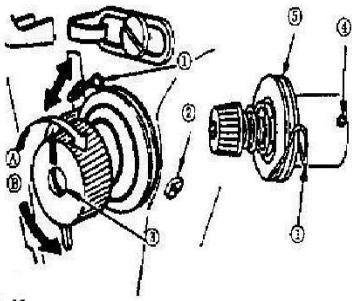

Рис. 15
1. Повернув винт регулятора натяжения (2) по часовой стрелке (в направлении C), Вы усилите натяжение нити в шпульке.
9. ПРУЖИНА НИТЕПРИТЯГИВАТЕЛЯ (Рис. 15).